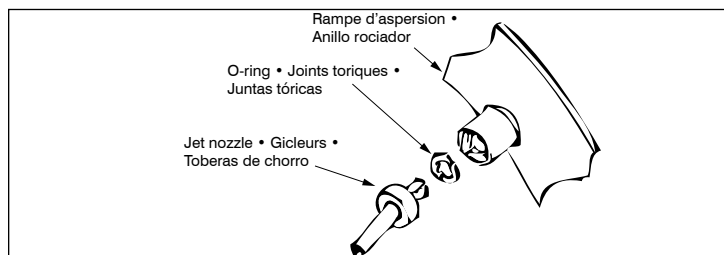

Figure 1 • Figure 1 • Figura 1
1. Insert the jet nozzles and o-rings into the spray ring (Figure 1).
1. Insérez les gicleurs et les joints toriques dans la rampe d'aspersion (figure 1).